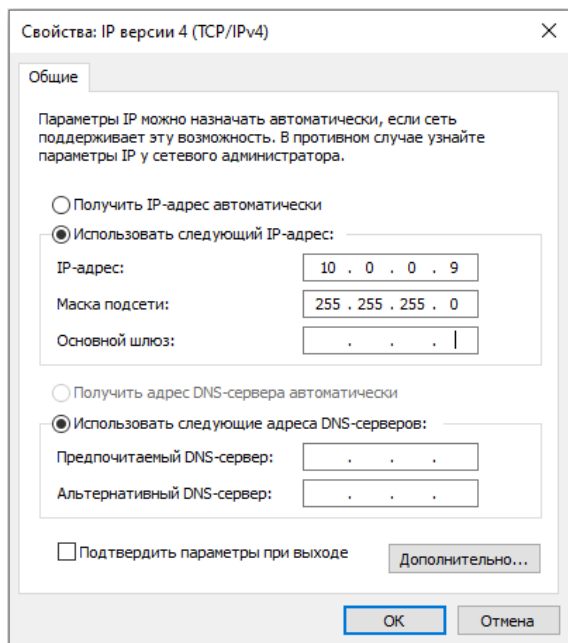

Рисунок 42 - Настройка сетевого подключения на ПК
5. Присвоить сетевой карте IP-адрес (он должен отличаться от IP-адреса, присвоенного прибору) и маску подсети (рисунок 42). Нажимая кнопки «ОК», выйти из режима настройки сетевого подключения.